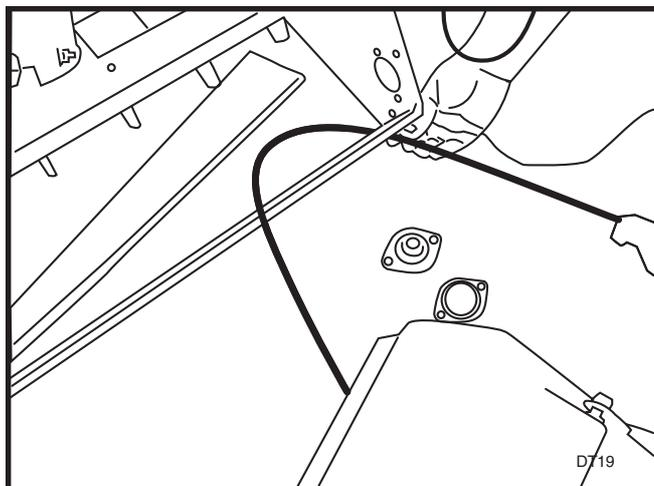

FIGURA 1
3. Rimuovere i due (2) anelli di ritegno dalla ruota posteriore (non possono essere riutilizzati, nel kit sono forniti anelli nuovi). Rimuovere la ruota dall'asse posteriore (alcune unità hanno un perno anziché anelli di ritegno).
4. Allentare una (1) vite di regolazione sul collare. Mediante un punzone, allentare il collare di bloccaggio sull'asse posteriore. Ripetere sull'altro lato dell'unità.
8. Inserire il cavo dallo sportello dei semi tra il fondo del telaio e la parte superiore della protezione in plastica. Vedere Figura 1.